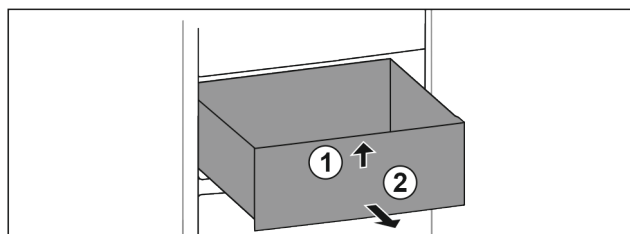

Fig. 99
- ▶ Lyft upp utdragslåda framtill. Fig. 99 (1)
- ▶ Ta ut utdragslåda genom att dra den framåt. Fig. 99 (2)